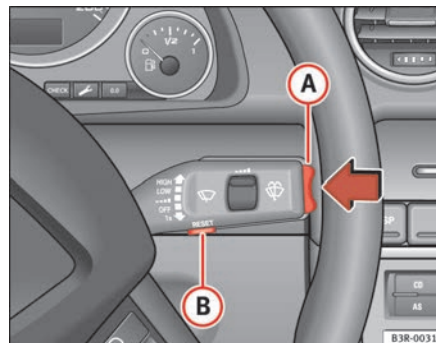

Fig. 63 Leva dei tergicristalli Tasto Reset e tasto a bilanciere
Funzioni del tasto **Reset** (B) ⇒ fig. 63 e del **tasto a bilanciere** (A).